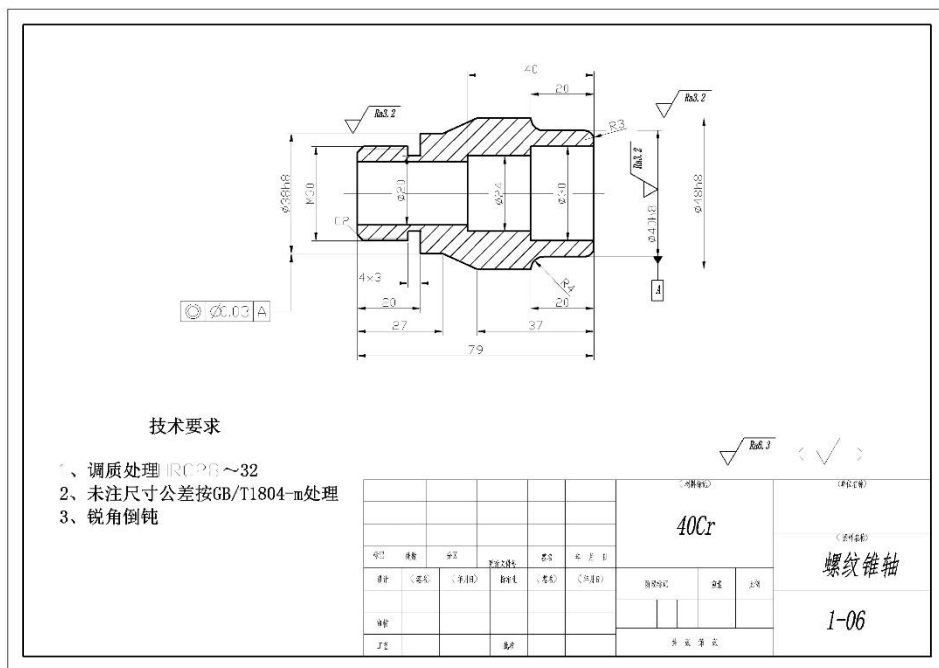

图 1-1-6 螺纹锥轴
(1) 任务描述: 根据提供的实物, 手工测绘机械零件——螺纹锥轴。零件照片见图 1-1-6。